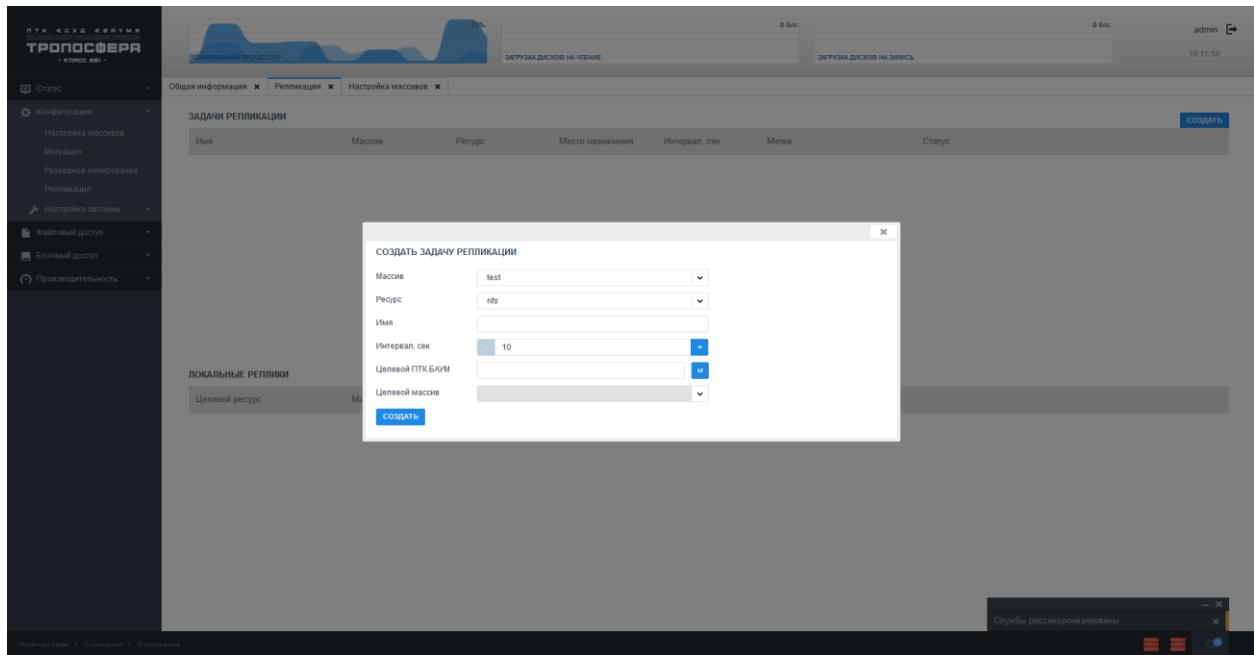

Рисунок 59 - Создание репликации
- 3) В результате появится модальное окно (см. Рисунок 59), в котором необходимо выбрать данные: